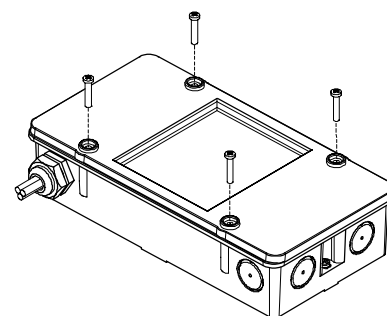

Fig. 5
- In housing FDCH221 (Fig. 5)
1. Open housing (Fig. 5).
6. Close housing using supplied screws (Fig. 5).
- Im Gehäuse FDCH221 (Fig. 5)
1. Öffnen Sie das Gehäuse (Fig. 5).
6. Schließen Sie das Gehäuse mit den mitgelieferten Schrauben (Fig. 5).
- Dans le boîtier FDCH221 (fig. 5)
1. Ouvrez le boîtier (fig. 5).